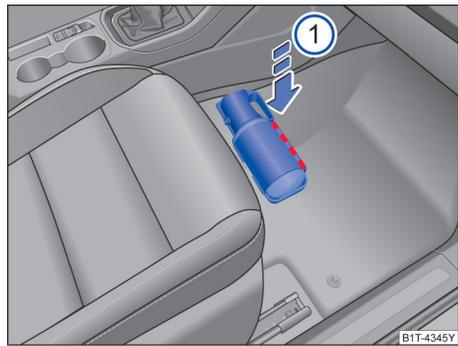

图 191 灭火器支架
- 按箭头方向施力按下盖板边缘（图中红色虚线区域）→ 图 191①，松开①处卡孔对卡扣的紧固。
- 按箭头方向施力按下盖板边缘，盖板会自然卡紧关闭→ 图 191。